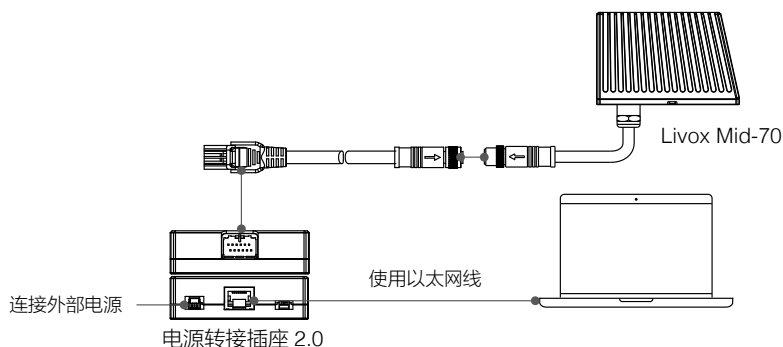

图 4.2.1 静态 IP 模式的连接方式
- 1. 首先按照上图（图 4.2.1）所示的方式连接 Livox Mid-70、航插电源网口线、电源转接插座 2.0、外部电源和电脑。